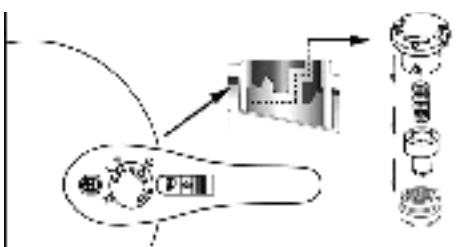

Fig.13
- перемкніть робочий клапан у положення «», вийміть його, розберіть деталі у порядку, показаному на рис.13, потім очистіть їх;